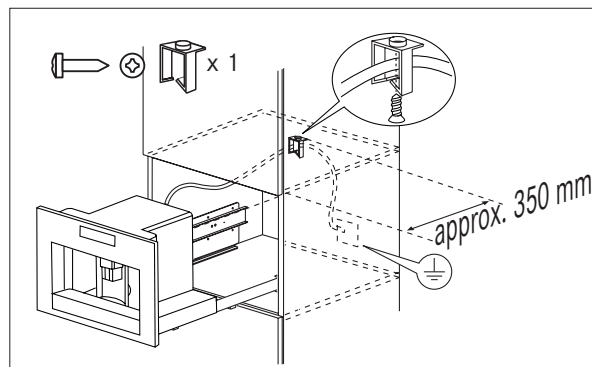

Рис. 6
- ▶ Зафиксируйте кабель питания зажимом (рис. 6). Длина кабеля питания должна быть достаточной для того, чтобы машину можно было извлечь из шкафа для наполнения контейнера для зернового кофе.